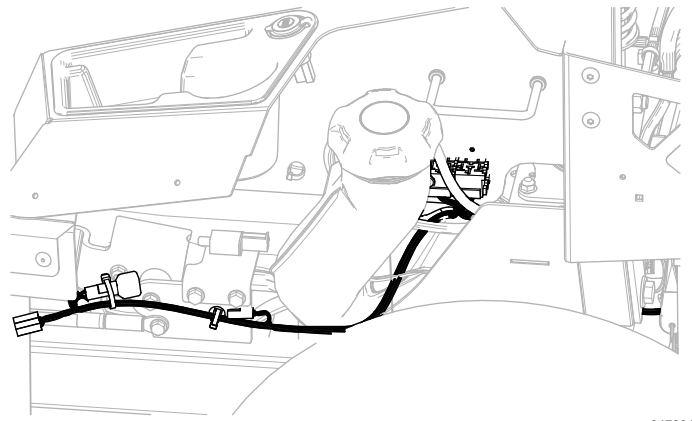

Figura 13
2. Encaminhe a cablagem (Figura 13) ao longo do lado esquerdo da estrutura, através do fixador de pressão que instalou no passo 1.